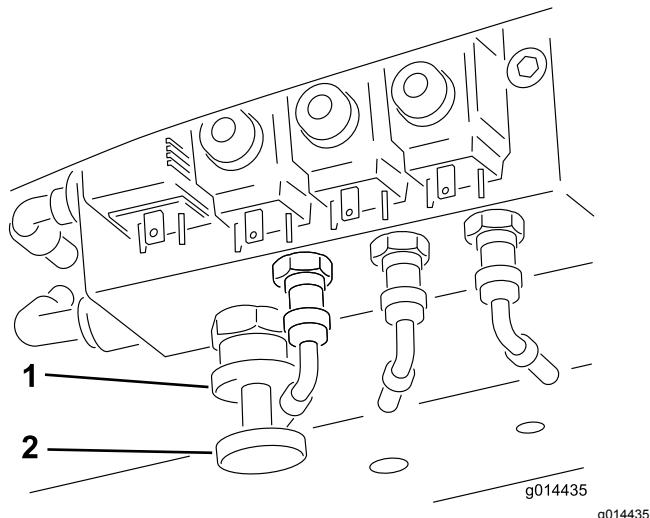

Figura 32
Para engatara transferência de peso: A quantidade de peso transferido pode ser alterada para se adequar às condições de operação rodando o volante de transferência de peso (Figura 32) da seguinte forma:
1. Desenrosque a porca de bloqueio da válvula 1/2 volta no sentido contrário ao dos ponteiros do relógio e segure (Figura 32).
2. Rode o volante da válvula (Figura 32) no sentido contrário ao dos ponteiros do relógio para reduzir a transferência de peso ou no sentido dos ponteiros do relógio para aumentar a transferência de peso.